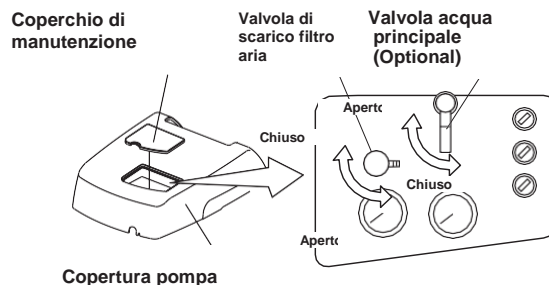

Fig.5-6 Valvola di scarico filtro aria e valvola acqua principale
(5) Valvola di scarico filtro aria (Fig.5-6)
(6) Valvola acqua principale (Optional) (Fig. 5-6)